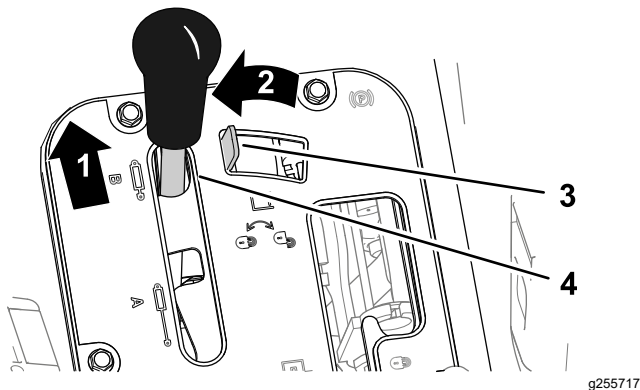
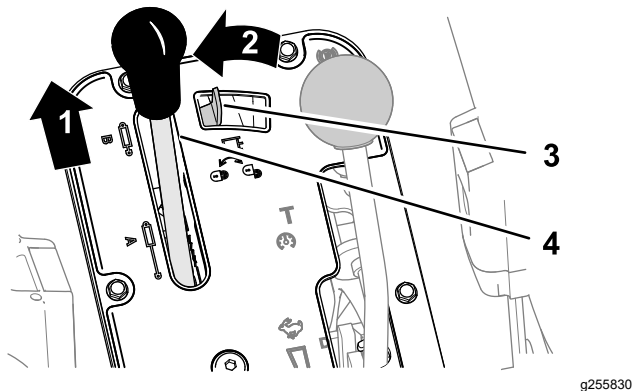

Figura 89
Figura 90
1. Împingei înainte maneta de ridicare hidraulică (Figura 89 sau Figura 90).
2. Deplasai la stânga elementul de blocare a ridicării hidraulice pentru a cupla blocarea (Figura 89 sau Figura 90).